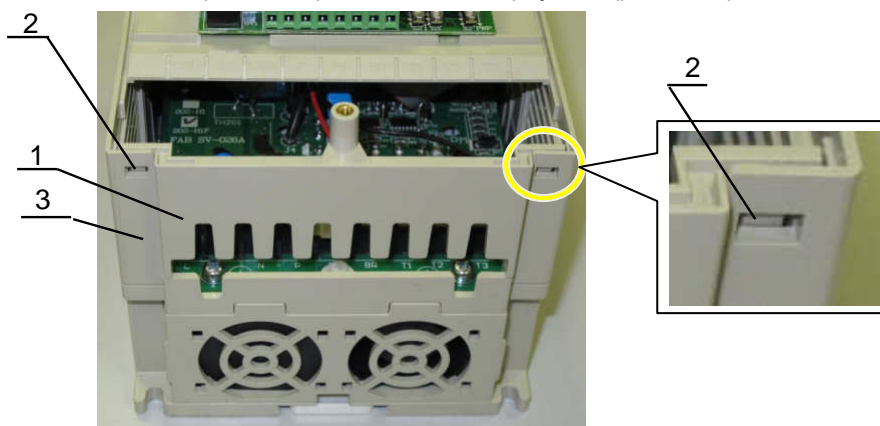

Рис.7.21
7.10.2. Установить решётку кабельных вводов 1, при этом фиксаторы 2 с двух сторон решётки должны войти в отверстия в средней части корпуса 3 (рис. 7.21).